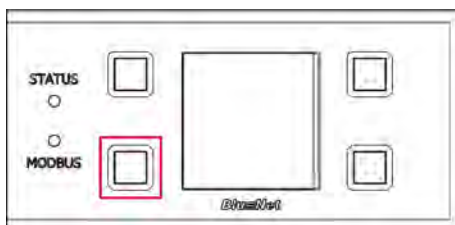

Fig. 80 : Écran avec boutons de commande
2. ➤ Maintenir le bouton à côté de la DEL Modbus appuyé pendant deux secondes, puis le relâcher (Fig. 80 /indiqué en rouge).